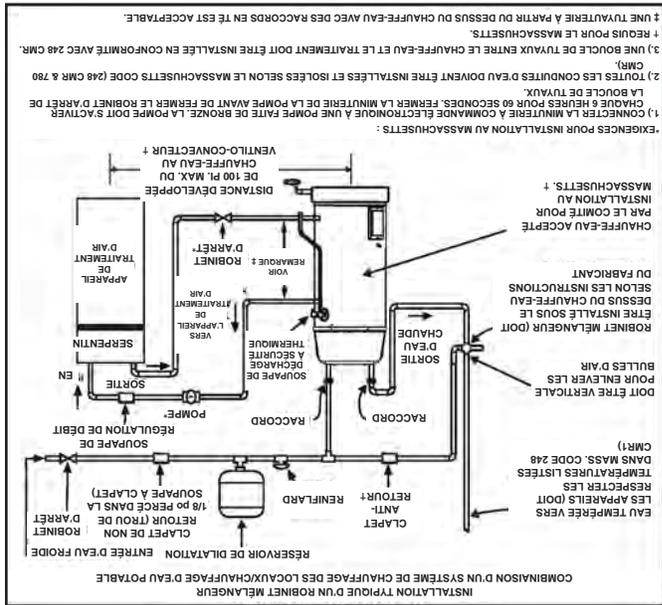

Figure 10
- Votre chauffe-eau est muni de connexions d'entrée/de sortie pour être utilisés dans des applications de chauffage de locaux (voir Figure 10). Si ce chauffe-eau doit être utilisé pour fournir aussi bien un chauffage des locaux qu'un chauffage de l'eau potable (pour boire), les instructions indiquées ci-dessous doivent être suivies :